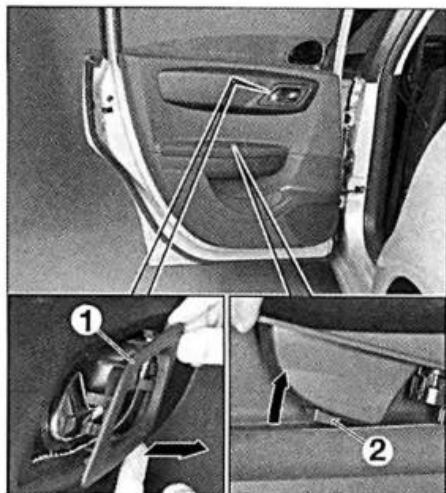

FIG. 49
- Desmontar el marco de empuñadura interior (1) (fig. 49).
- Desmontar el tornillo de fijación (2), y desmontar el conjunto de mando de elevallas.